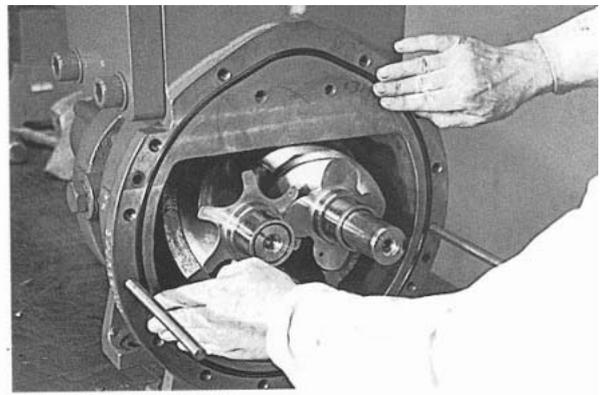

Рис. 119
13. Смажьте и установите уплотнительное кольцо редуктора. (Рис. 119)